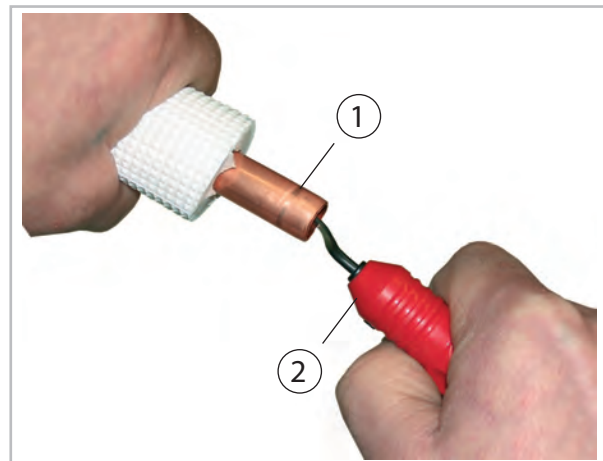
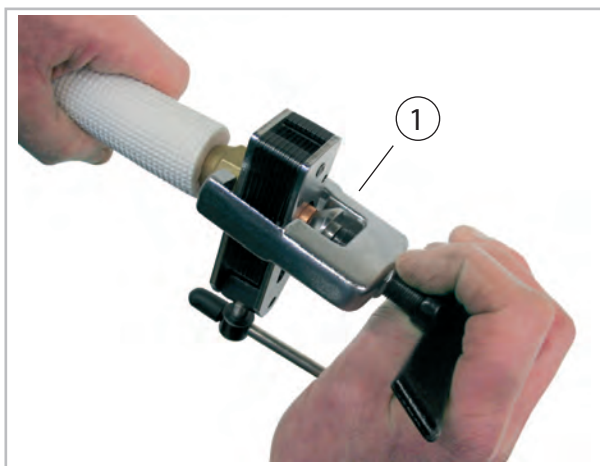

Abb. 36: Entgraten der Kältemittelleitung
Abb. 37: Bördeln der Kältemittelleitung
8. Bearbeiten Sie die verlegten Kältemittelleitungen wie im Folgenden dargestellt (Abb. 36 und Abb. 37).